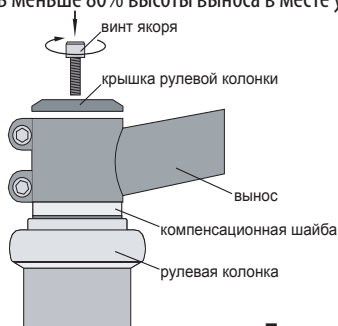

рис. 7
1. убедитесь, что все сборочные единицы рулевой колонки собраны правильно и стоят на своих местах (рис. 7);